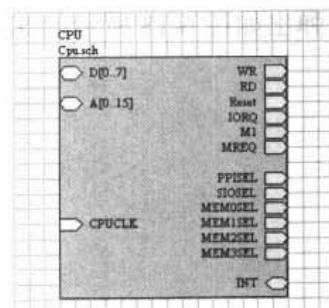

图 6-16 完成 CPU 方块电路图的出入口放置
- (11) 绘制 CPU 方块图的其他出入口：绘制完 CPU 后，系统仍处于放置方块电路出入口状态，可按照步骤 (8) ~ (10) 讲述的方法，绘制好 CPU 方块电路图的其他出入口，如图 6-16 所示。